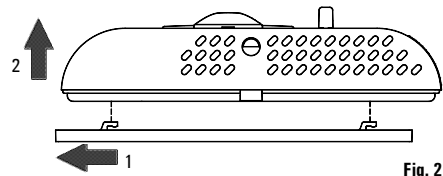

Fig. 2
- 1** Décrocher la plaque fixée sur la base du thermostat en la poussant vers la gauche et en décrochant ainsi les ergots indiqués sur la Fig. 2.